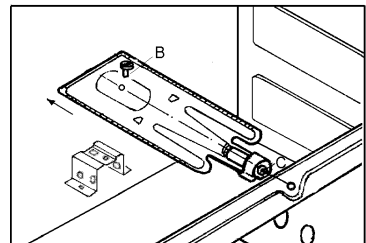

fig. 17
- Se demontează arzătorul prin desfacerea șurubului de fixare (B) și împingerea lui în spate (fig.17).
- Se deșurubează ajutorajul (C) cu ajutorul unei chei tubulare de 10 mm și se înlocuiește cu cel corespunzător gazului utilizat și tipului de arzător (conform tabelului de ajutoraje).